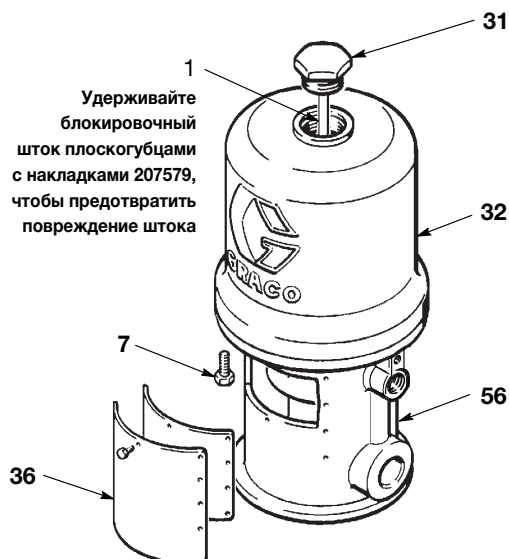

Рис. 4
3. Вручную поднимите поршневой шток, чтобы переместить поршневой блок в верхнее положение хода поршня. Отвинтите накидную гайку цилиндра (31) от цилиндра (32). Потяните за колпачковую гайку. Захватите тягу переключения (1) с помощью плоскогубцев с накладками 207579 и отвинтите накидную гайку от тяги (Рис. 4).
4. Извлеките восемь винтов (7), которыми цилиндр (32) крепится к основанию (56). Осторожно снимите цилиндр с поршня, потянув цилиндр прямо вверх. (Рис. 4).